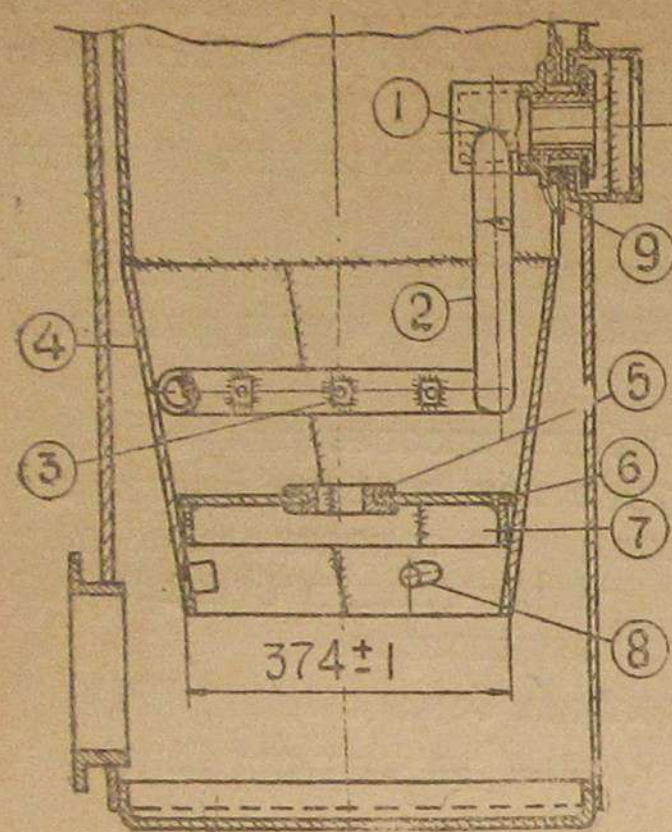

Рис. 12.
Единственными деталями, подверженными термическим напряжениям и выгоранию, у этого топливника являются горловина (5) (рис. 12) и диск топливника (6), которые могут быть легко смонтированы без разборки всего газогенератора.